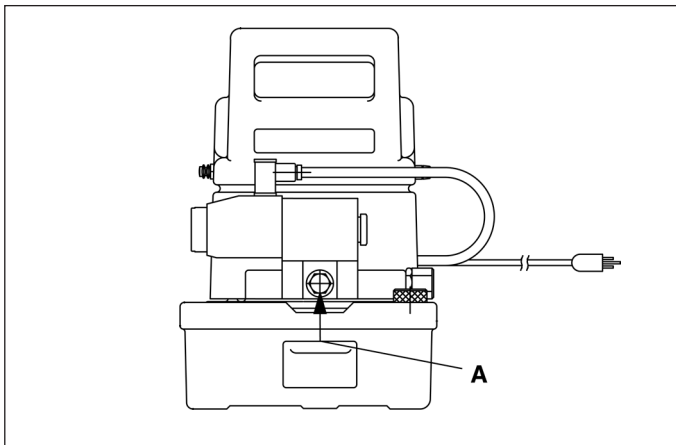

Figure 4
1. Le flexible hydraulique d'alimentation du vérin se connecte à la sortie A du distributeur (Figure 4).